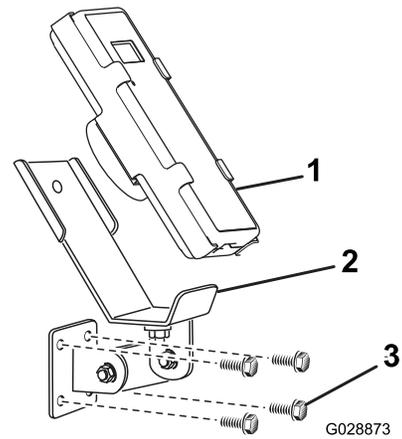
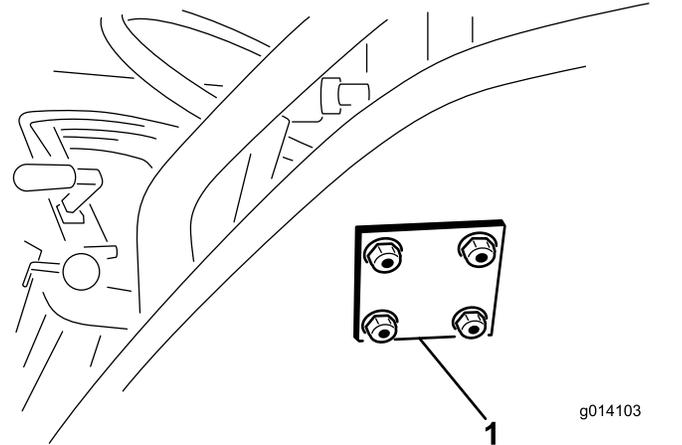

Рисунок 10
Рисунок 11
3. Прикрепите монтажный кронштейн и опорную пластину с помощью 4 болтов с фланцевыми головками (5/16 x 1½ дюйма) и фланцевых контргаек (Рисунок 10 и Рисунок 11).